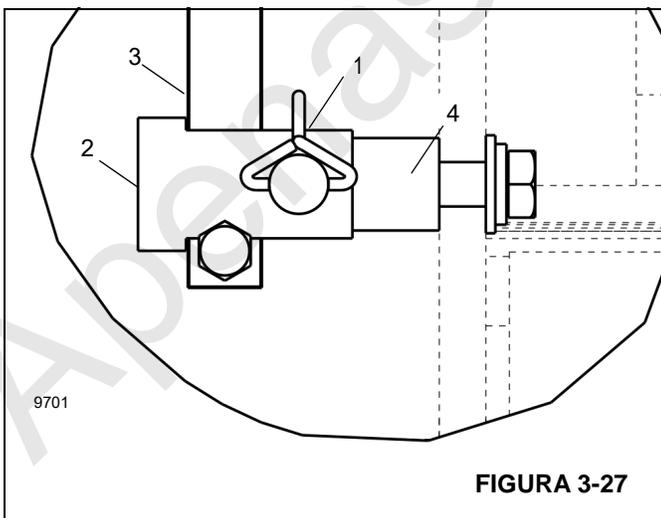

FIGURA 3-27
2. Remover o grampo do pino de segurança (1, Figura 3-27). Remover o pino.
3. Remover a bucha (2) do mastro do anemômetro (3) e do retentor da haste (4).
4. Remover o mastro do anemômetro (3) do retentor da haste (4).
5. Reinstalar a bucha (2) e o pino de segurança (1) no retentor da haste (4).
2. Instalar o mastro do anemômetro (3, Figura 3-27) no retentor da haste (4).
3. Instalar a bucha (2) sobre o mastro (3) e o retentor da haste (4). Alinhar os furos da bucha e do retentor para que o pino de segurança possa ser instalado.
4. Instalar o grampo de segurança (1) na bucha (2) e nos furos do retentor (4). Prender o pino (1) com um grampo de segurança.